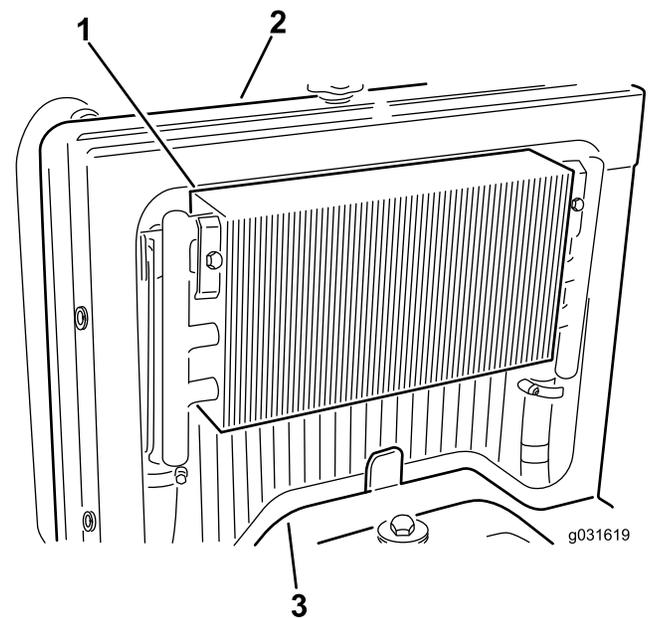

Figure 58
3. Déposez le panneau d'accès (Figure 58).